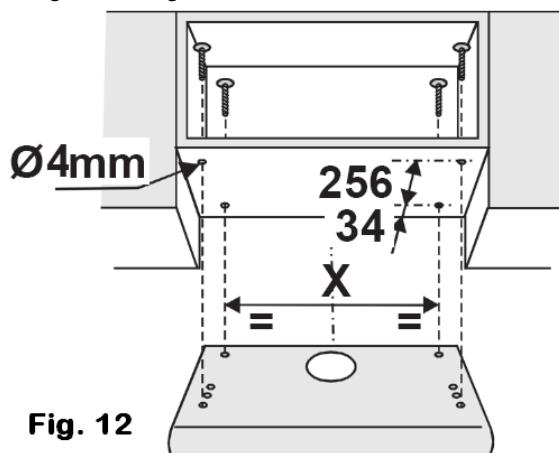

Fig. 12
2) Marque a continuación los lugares de los agujeros de fijación teniendo como referencia las medidas indicadas en el esquema siguiente (fig. 12).
- 2) Marque los lugares de los agujeros de fijación respetando las medidas indicadas en la fig. 12 (ver el epígrafe *Fijación por debajo de un mueble alto en modo evacuación del aire hacia el exterior*).